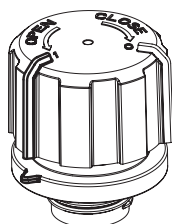

Fig.3
- Genom att vrida huven medurs några grader erhålls positionen för luftningsläget: markeringen på locket märkt med 1 är i linje med markeringen på den gängade delen (Fig. 3).